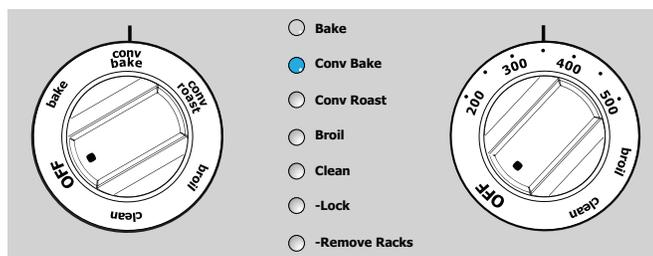

Figure 17 : Sélection de la cuisson par convection
2. Tourner le bouton du four sur < Conv Bake > (cuisson par convection). Le témoin lumineux < Conv Bake > (cuisson par convection) clignote (Figure 17).